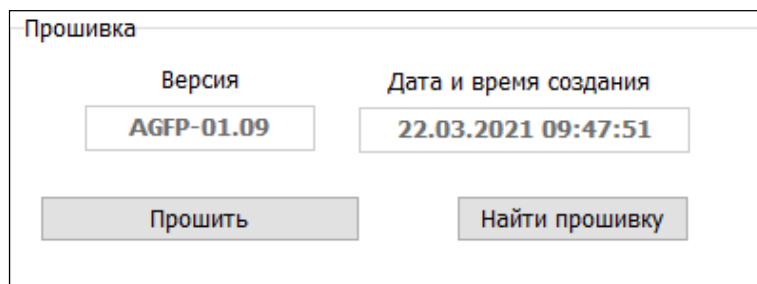

Рис.22. Чтение прошивки и загрузка прошивки в устройство
- После загрузки файла прошивки станет доступна кнопка «Прошить» и появится информация о прошивке: версия, дата и время создания файла (**Рис.22**).